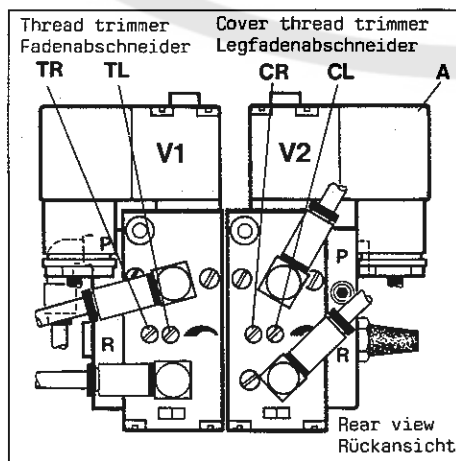
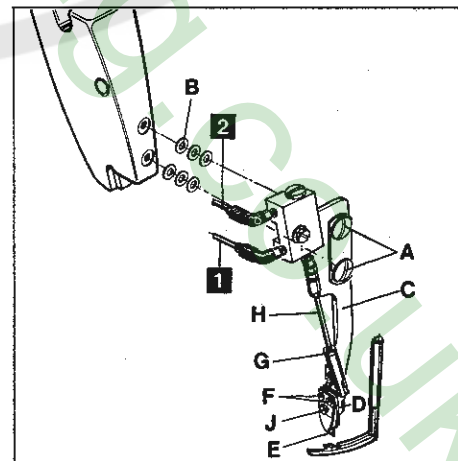

Fig.62
Fig.63
6.1 Keep power and air supply of cover thread trimmer disconnected by loosening the securing screw and pulling-out plug (A, Fig. 62) on valve (V2) and by disconnecting the PA-tubes (1 and 2, Fig. 63) on the air cylinder of the trimmer. Insert the ten prong plug of the thread trimmer drive on the motor. Switch-on the motor. Switch-on the air supply on toggle lever valve under the table board. Sew and cut the looper and the needle threads with fabric under the presser foot. The machine stops with needles in up position. Switch-off motor and air supply.
Hint: Also with the cover thread trimmer not yet assembled to the head cover, the needles can be set to up position as described. Assemble the cover thread trimmer with two screws (A, Fig. 63) and four or six washers (B) on the head cover (K) of the machine. Use the washers only in pairs and only so many that the holder (C) of the cover thread trimmer will not contact the head cover (K). Temporarily only snug screws (A) and make sure that the cover thread trimmer does not damage the spreader.
6.1 Trennen Sie den Legfadenabschneider von der Strom- und Luftzufuhr durch Lösen der Sicherungsschraube und herausziehen des Steckers (A, Fig. 62) am Ventil (V2) und durch Lösen der PA-Schläuche (1 und 2, Fig. 63) am Luftzylinder des Abschneiders. Stecken Sie den 10 poligen Stecker des Fadenabschneider-Antriebs am Motor ein. Schalten Sie den Motor ein. Schalten Sie die Luftzufuhr am Kipphebelventil unter der Nähtischplatte ein. Nähen Sie und schneiden Sie den Greifer- und die Nadelfäden im Stoff ab. Die Maschine näht mit den Nadeln in Hochstellung. Schalten Sie Motor und Luftzufuhr aus.
Hinweis: Auch wenn der Legfadenabschneider noch nicht am Kopfdeckel angebracht ist, können die Nadeln, wie beschrieben, in Hochstellung gebracht werden. Montieren Sie den Legfadenabschneider mit zwei Schrauben (A, Fig. 63) und vier oder sechs Scheiben (B) an den Kopfdeckel (K) der Maschine. Verwenden Sie die Unterlagscheiben nur paarweise und nur so viele, daß der Halter (C) des Legfadenabschneiders am Kopfdeckel (K) nicht anliegt. Ziehen Sie die Schrauben (A) vorerst nur leicht an und achten Sie darauf, daß der Legfadenabschneider den Leger nicht beschädigt.
6.2 Loosen the two screws (F, Fig. 63), fastening the trimmer to holder (C) and set it so that it clears the spreader with sewing thread size. Rotate the pulley manually several times when making this adjustment and check the clearance of the trimmer to spreader and needle holder. Retighten screws (F).
6.3 The tip of the movable thread catch knife (D, Fig. 63) should be flush with the fixed knife (E). For adjustment loosen nut (G) and turn connecting rod (H) accordingly. Use two open-end wrenches with 4 mm (5/32 in.) size of jaw for making this adjustment. Retighten nut (G).
6.4 The clamping pressure for the top cover thread and the cutting pressure of the knives can be adjusted with screw (J, Fig. 63) if required. Reconnect the cover thread trimmer to power and air supply.
6.2 Lösen Sie die beiden Schrauben (F, Fig. 63) mit denen der Abscheider am Halter (C) befestigt ist und stellen Sie ihn so, daß er zur Legerspitze mit Nähgarnstärke freigeht. Drehen Sie bei dieser Einstellung die Handrad-Riemenscheibe mehrmals von Hand durch und überprüfen Sie die Freigängigkeit des Abschneiders zum Leger und zum Nadelkopf. Ziehen Sie die Schrauben (F) wieder an.
6.3 Die Spitze des beweglichen Fadenfängermessers (D, Fig. 63) soll mit dem feststehenden Messer (E) bündig sein. Zur Einstellung lösen Sie die Mutter (G) und drehen die Schubstange (H) entsprechend. Verwenden Sie zur Einstellung zwei Gabelschlüssel mit 4 mm Schlüsselweite. Ziehen Sie die Mutter (G) wieder an.
6.4 Der Klemmdruck für den Oberlegfaden und der Schneiddruck der Messer kann, bei Bedarf, mit der Schraube (J, Fig. 63) eingestellt werden. Schließen Sie den Legfadenabschneider wieder an der Strom- und Luftzufuhr an.
The speed for the movement of the thread trimmer mechanism to the left for cutting is regulated with screw (TL, Fig. 62) and the speed for the movement to the right in home position is regulated with screw (TR) on valve (V1).
The speed for the movement to open the movable thread catch knife on the cover thread trimmer is regulated with screw (CL, Fig. 62) and the movement for clamping and cutting the thread is regulated with screw (CR) on valve (V2).
Die Geschwindigkeit für die Bewegung des Fadenabschneidermechanismus nach links zum Schneiden wird mit der Schraube (TL, Fig. 62) und für die Bewegung nach rechts in die Ruhestellung mit der Schraube (TR) am Ventil (V1) reguliert.
Die Geschwindigkeit für die Bewegung zum Öffnen des beweglichen Fadenfängermessers am Legfadenabschneider wird mit der Schraube (CL, Fig. 62) und die Bewegung zum Klemmen und Abschneiden des Fadens mit der Schraube (CR) am Ventil (V2) reguliert.